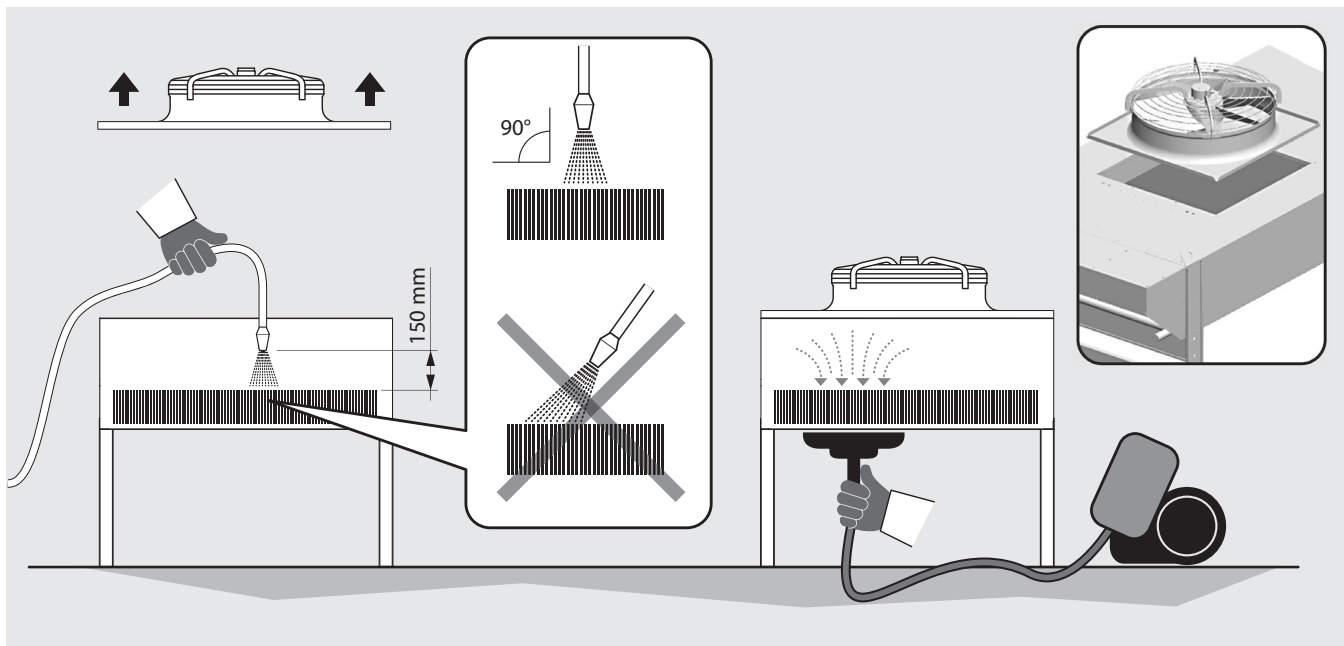

Figure 11
- 11.11 Nettoyage des ailettes (voir Figure 11):